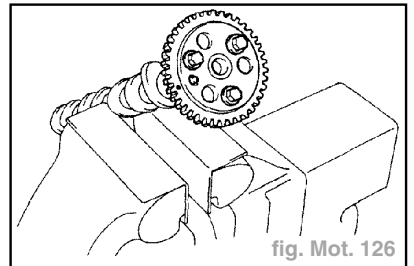

fig. Mot. 126
- Déposer les 3 boulons et le pignon d'arbre à cames (fig. Mot. 126).